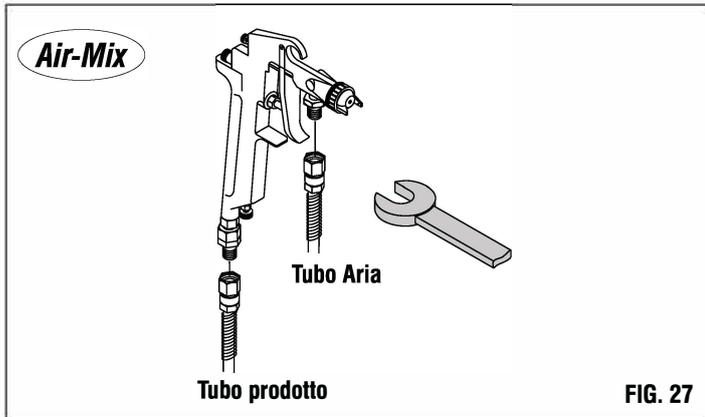

FIG. 27
-Collegamento pistola (Fig.27)